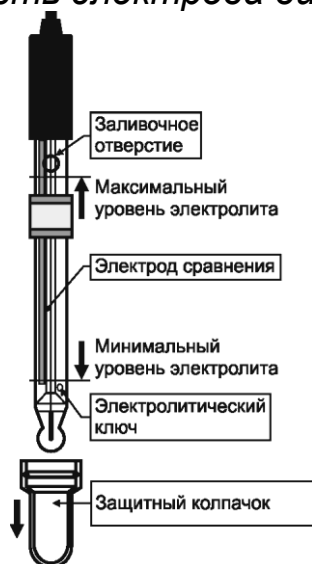
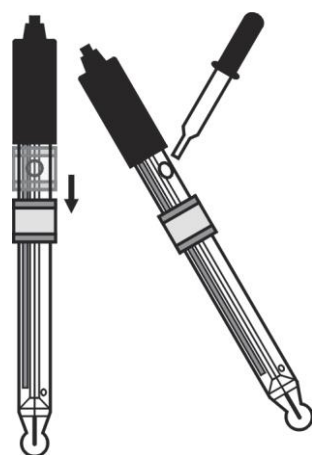

Рис. 1
Рис. 2
4.3 Проверить уровень электролита в электроде, он должен находиться в пределах, показанных на рис. 1. При необходимости в электрод следует долить раствор KCl с концентрацией 3 моль/дм³. Для этого нужно сдвинуть вниз защитный пояс, закрывающий заливочное отверстие и заполнить электрод электролитом до уровня заливочного отверстия (рис. 2).
5.3 Уровень электролита в электроде должен поддерживаться в пределах, показанных на рис. 1. При необходимости электролит следует доливать в электрод через заливочное отверстие.